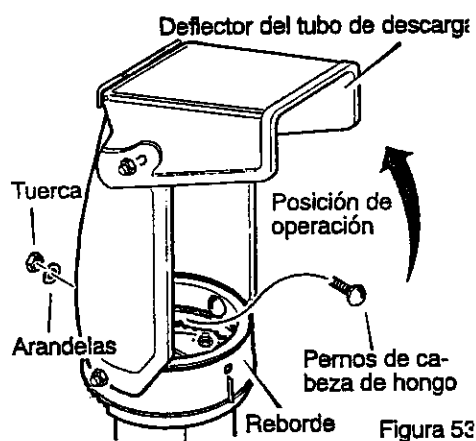

Figura 53
1. Quite el perno cabeza de hongo. Vea la Figura 53.